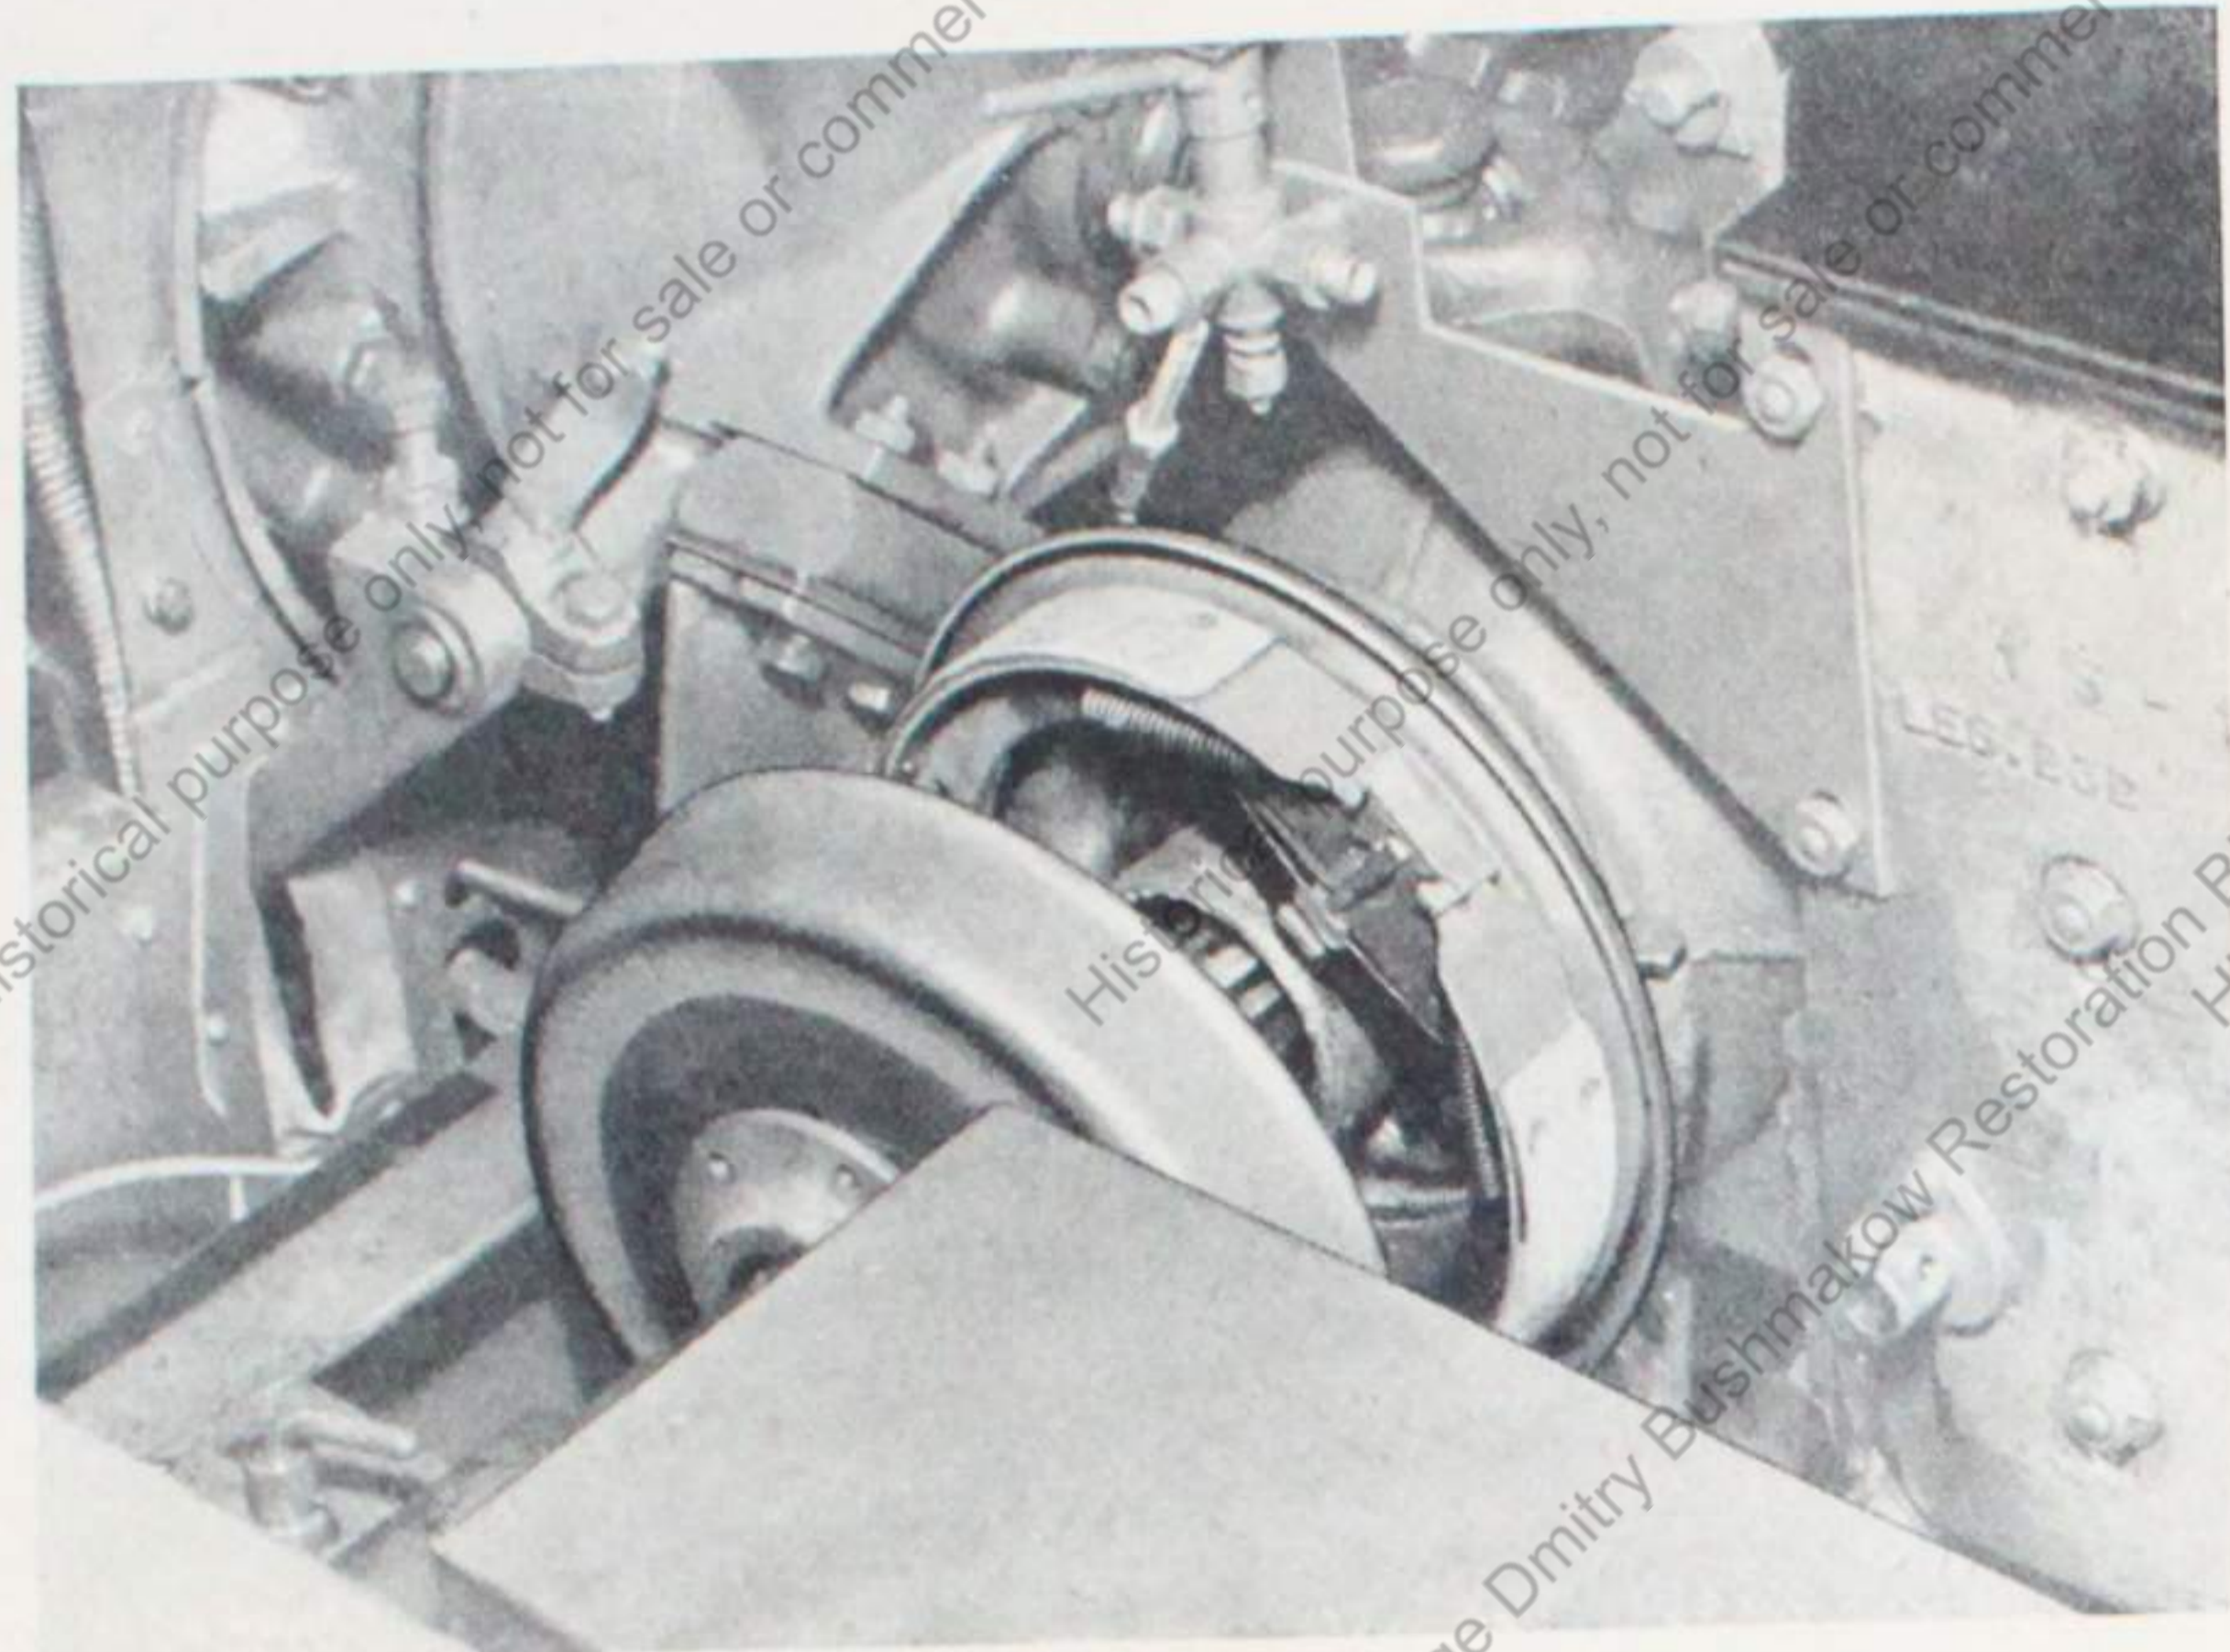

Bild 43
6. Die Bremstrommel nach außen abziehen (Bild 43)